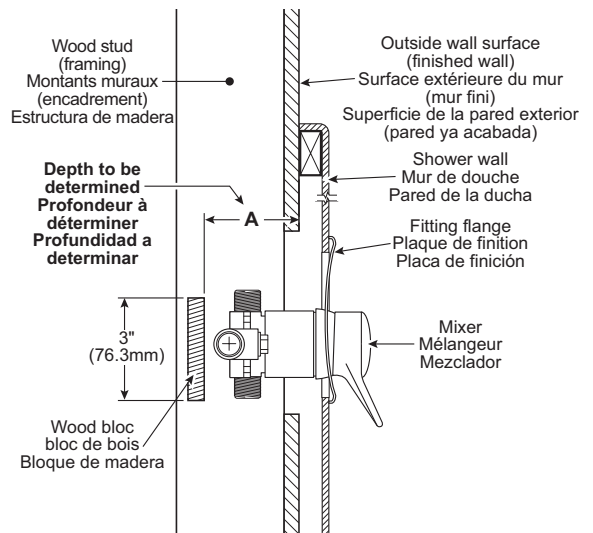

Fig. 1.1
- At the chosen height, fasten a 3 in. (76.2 mm) high wood block. Determine the depth (dim. A) based on the exterior surface of the bathroom wall in order to install the wood block (Fig. 1.1).
- À la hauteur choisie, fixez un bloc de bois de 3 po (76,2 mm) de hauteur. Déterminez à quelle profondeur (dim. A) de la surface extérieure du mur de la salle de bains vous devez installer le bloc de bois (Fig. 1.1).
- Sujete un bloque de madera de 3 pul. (76,2 mm) a la altura seleccionada. Determinar la profundidad (Dim A) con arreglo a la superficie de la pared exterior del cuarto de baño con miras a fijar el bloque (Fig. 1.1).